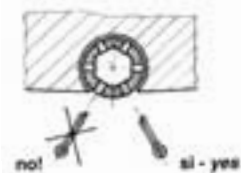

Fig. 4
- H)** Per sicurezza contro l'allentamento, inserire nella testa di ogni vite [12] (nella posizione indicata in Fig. 4) una coppiglia [13] di materiale molto resistente alla corrosione marina. Dei colpi leggeri sulla testa della coppiglia con un martello faranno divaricare le estremità, se così non fosse usate un cacciavite (Fig. 5).
To make sure that the screws [12] will not loosen, insert a cotter pin [13], made of highly resistant material against corrosion, in the head of each screw (in the position shown in Fig.4). A light tap with a hammer on the head of the pin will spread the ends open, if not use a screw driver to spread them apart (Fig.5).